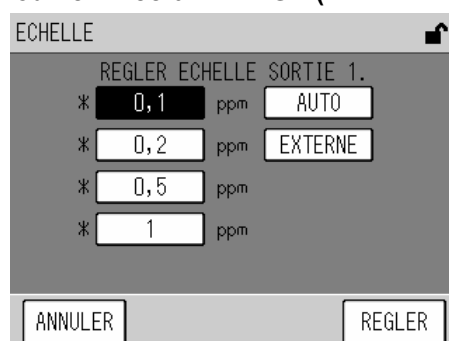

Fig. 65 Ecran RANGE (SORTIE 1)
- [ANALOG OUTPUT 2 RANGE] (Plage de sorties analogiques 2) : Affiche l'écran ANALOG OUTPUT 2 RANGE (Plage de sorties analogiques 2) (Fig. 65 page 52).